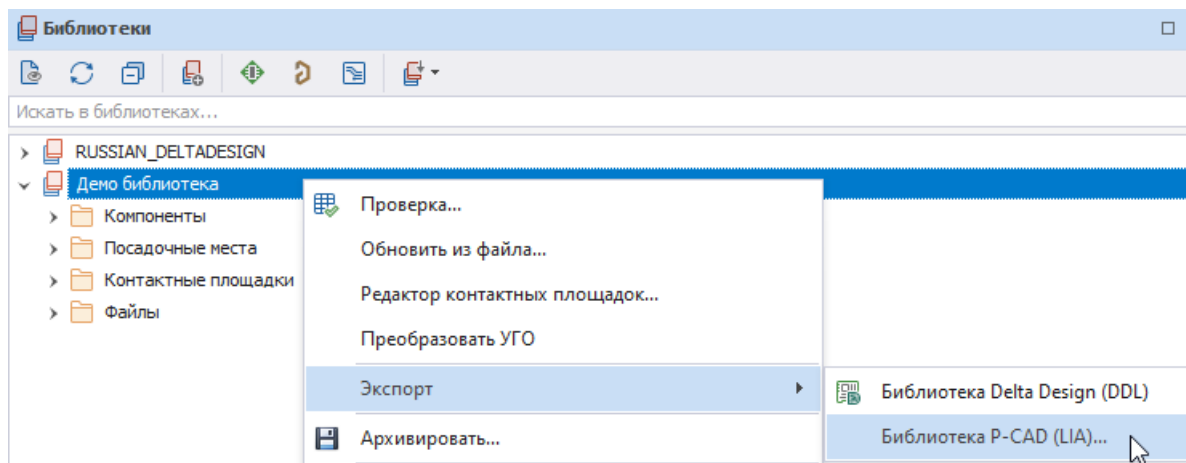

Рис. 17 Экспорт библиотеки Delta Design в форматы P-CAD
1. В панели «Библиотеки» с выбранной библиотеки вызовите контекстное меню → перейдите в пункт «Экспорт» → выберите «Библиотека P-CAD (LIA)...», Рис. 17.